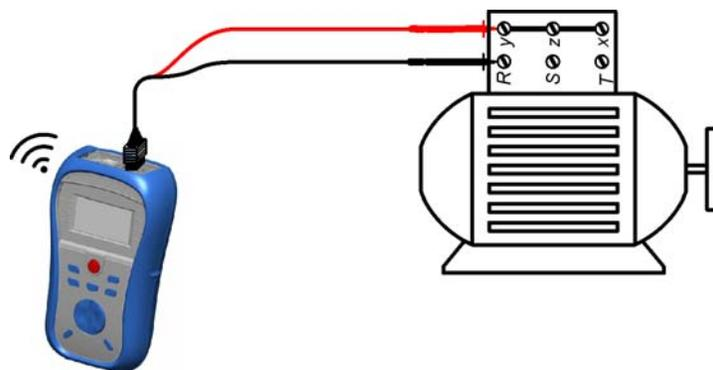

Bild 5.7: Anbringung des Universal-Prüfkabels
- **Schließen** Sie die Prüflleitungen am Prüfling an (siehe *Bild 5.7*).